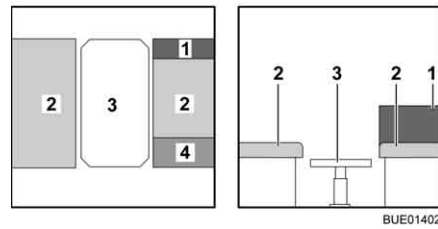

Bild 122 Während des Umbaus
- Sitzverlängerung (Bild 122,4) herausziehen.